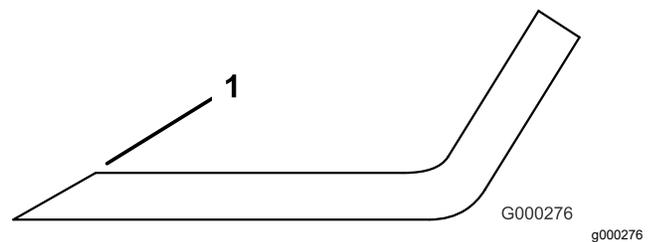

Figura 126
3. Inspeccione as extremidades de corte de todas as lâminas e afie-as se apresentarem sinais de desgaste ou ranhuras (Figura 126).
Nota: Afie apenas a zona superior da parte cortante e mantenha o ângulo de corte original para garantir um desempenho eficaz da lâmina (Figura 126). A lâmina manterá o equilíbrio se retirar a mesma quantidade de material de ambas as extremidades de corte.